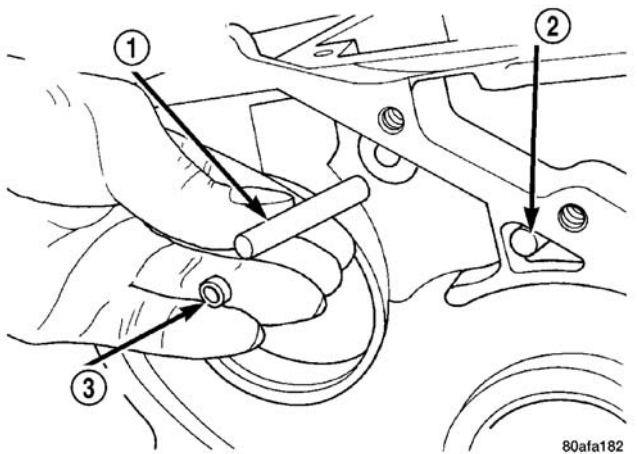

图 95 安装固定轴和塞
(8) 安装固定轴和塞（图 95）。确保导向支架和分离套筒与变速驱动桥壳体后部接触。